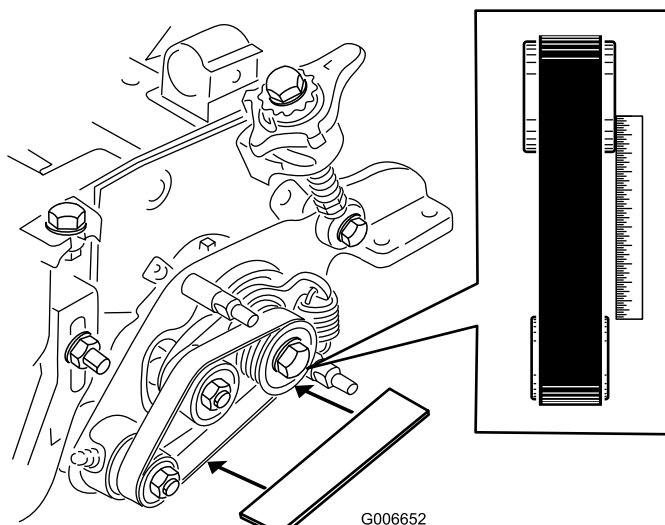

Bild 12
- Legen Sie eine Abziehlplatte um die Außenseite der **Antriebsspannscheibe** (Bild 12).